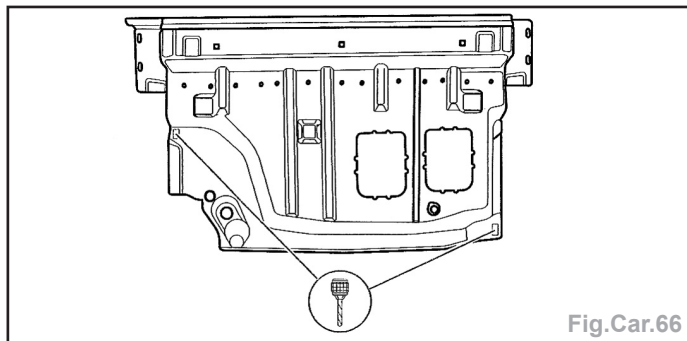

Fig.Car.66
- Préparer et percer au $\varnothing 7 \text{ mm}$ la pièce neuve pour le soudage par bouchonnage (Fig.Car.66).